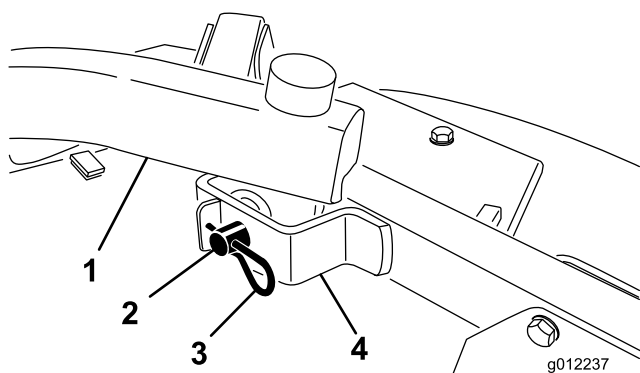

Figura 21
4. Retire los pasadores y las chavetas que fijan los brazos de elevación a los soportes de los brazos de las ruedas giratorias (Figura 21).